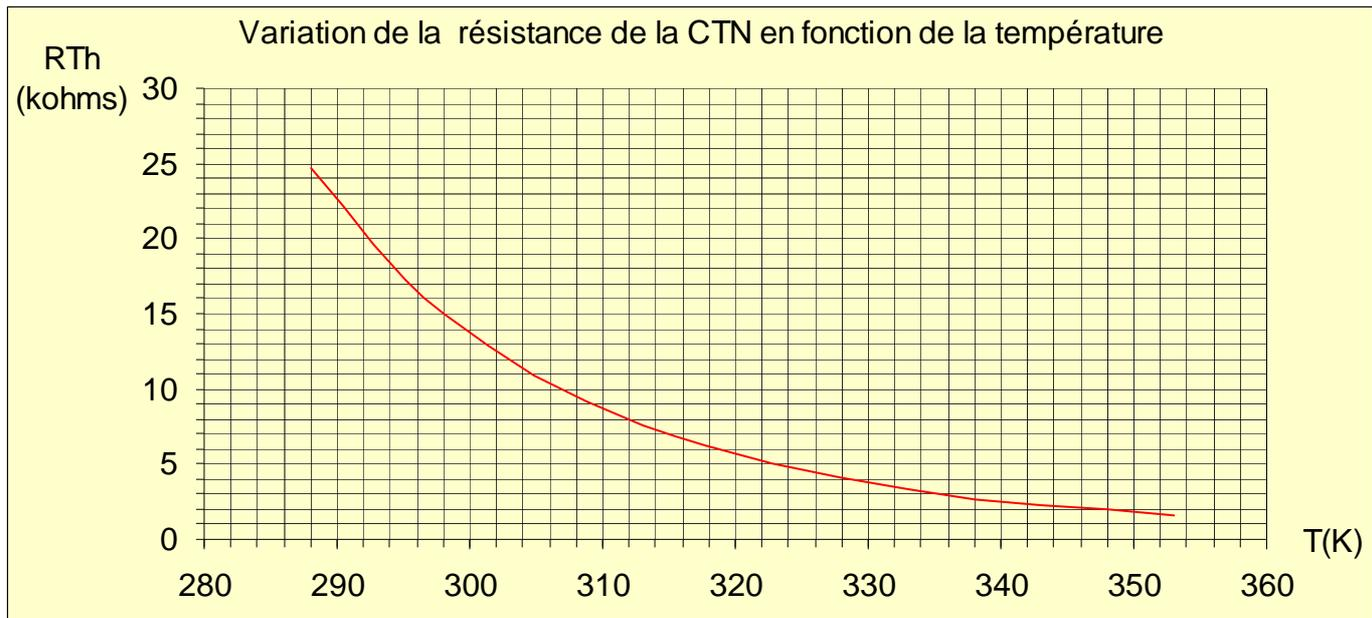

fig 6
2.1. Une série de mesures effectuées sur la CTN a permis de tracer la courbe (figure 6) représentant la résistance R_{Th} (en $\text{k}\Omega$) en fonction de la température absolue (en Kelvin).